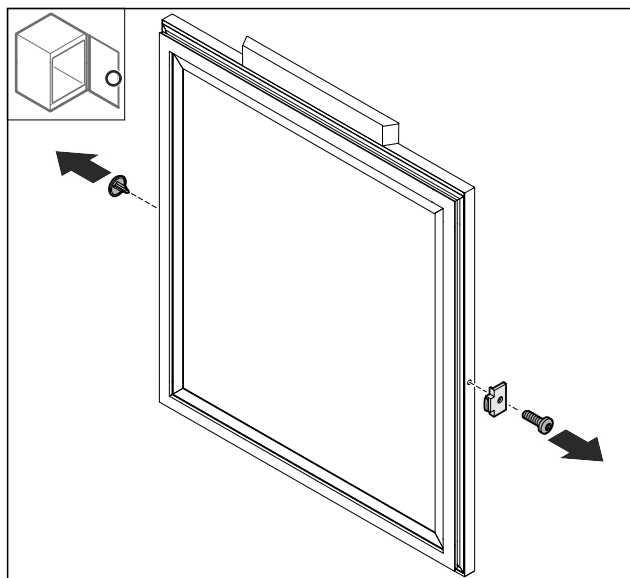

Fig. 73
- Poista suojus Fig. 73 (1).
- Irrota oven pysäytin Fig. 73 (2).